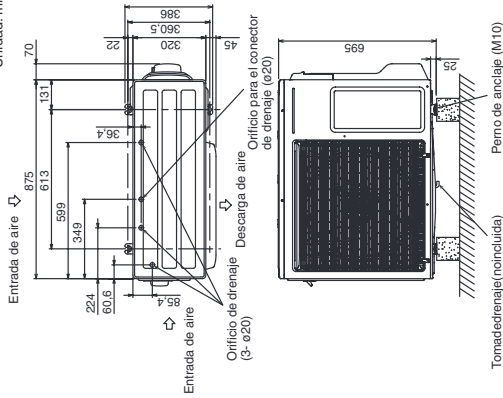

Fig. 3-1
- Consulte la Fig. 3-1 para las dimensiones de los pernos de anclaje.